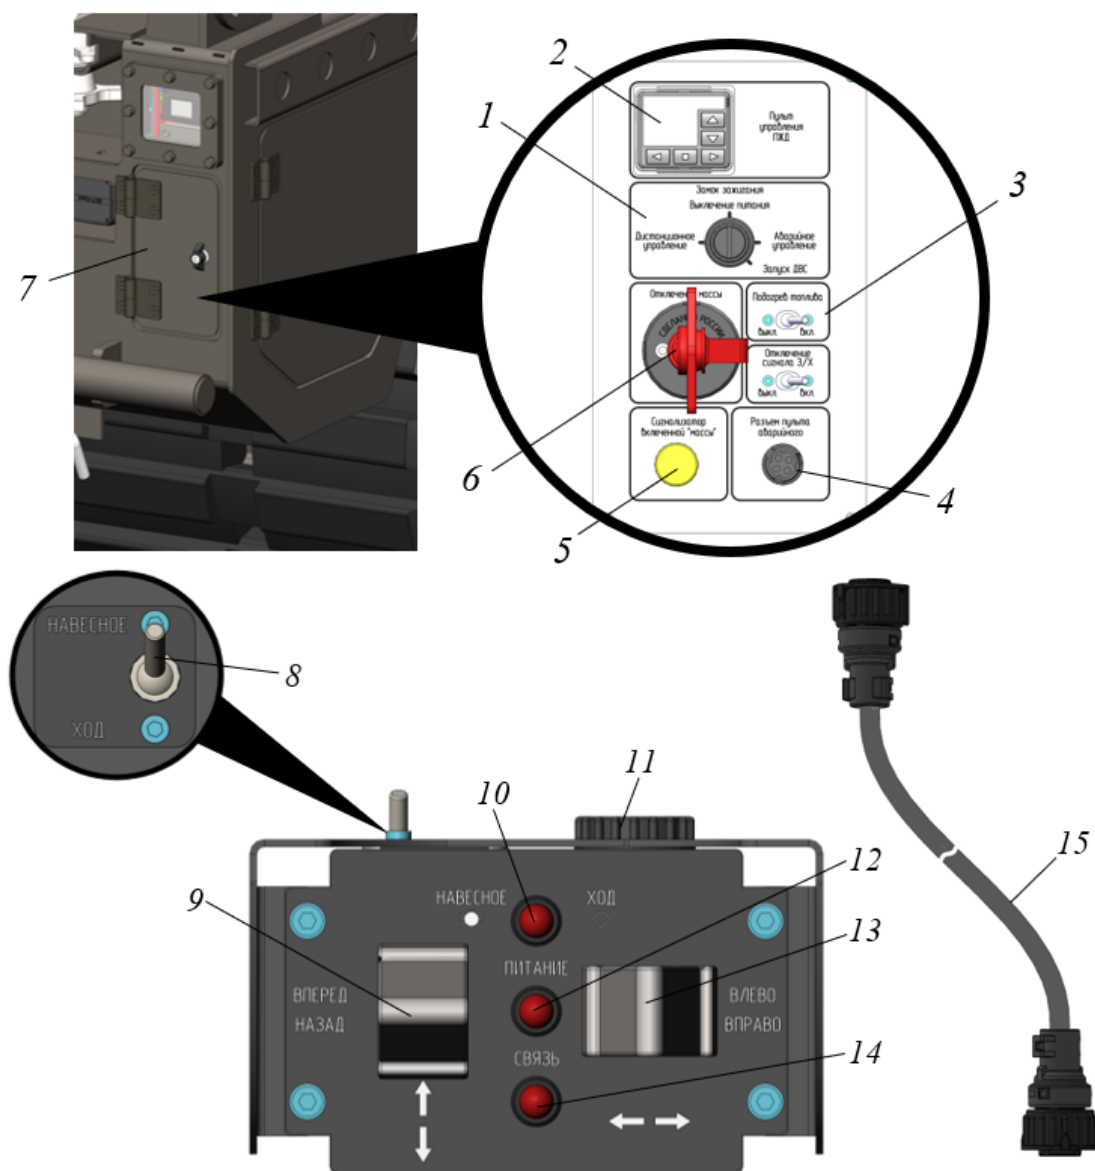

Рисунок 3.22. Управление машиной при помощи аварийного пульта управления
- ▶ Открыть дверцу ящика 7, подключить кабель 15 одним концом к разъему пульта 11, другим концом к разъему панели управления поз. 5, рис. 3.22.